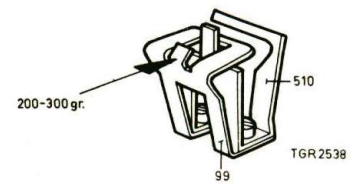

Fig. 5
Controllo della molla di pressione 88 (vedi fig. 5)
- La forza di pressione sulla cassetta deve essere compresa fra 200 e 300 gr. Misurare questa forza con un dinamometro (vedi fig. 5).